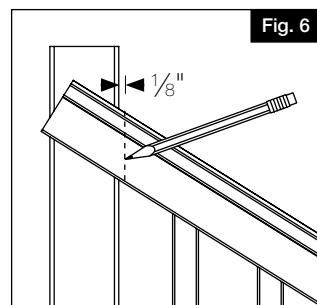

Fig. 6
- Trace el poste en cada uno de los travesaños (en ambos extremos de los travesaños superior e inferior). Haga cuatro marcas en total y no olvide marcar  $\frac{1}{8}$ " más corto para dejar espacio para la expansión (Fig. 6).